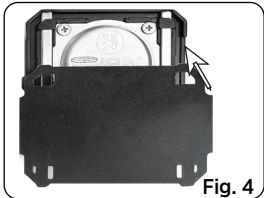

Fig. 4
- Remettez le couvercle de la pile et le tampon en silicone en place. (Voir la Fig. 4)